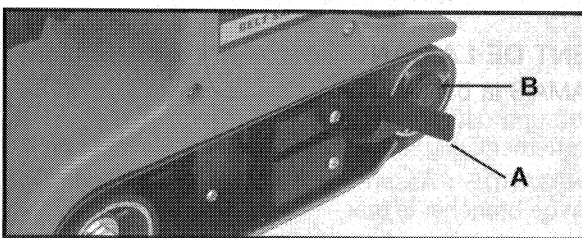

Fig. 1
2. Posez la ponceuse sur son côté gauche, Fig. 1.
3. Tirer le levier (A) vers l'extérieur et vers le devant de la machine comme illustré. Ceci rétracte la poulie folle (B) et relâche la tension sur la bande abrasive.